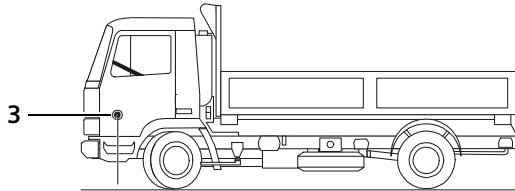

Abb. 4: Peilstab positionieren
- Um einen festen Halt des Peilstabes (3) am Fahrzeug zu gewährleisten, Saugfuß des Peilstabes anfeuchten und an einer gesäuberten Karosserie-stelle gemäß Abb. 4 anbringen.